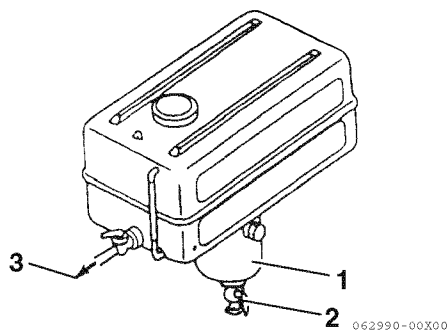

Figure 2
Installare un rubinetto di scarico (**Figure 2, (2)**) nella parte inferiore del serbatoio carburante per rimuovere acqua e contaminanti dalla camera di sedimentazione (**Figure 2, (1)**).